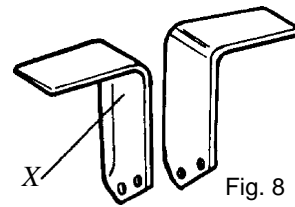
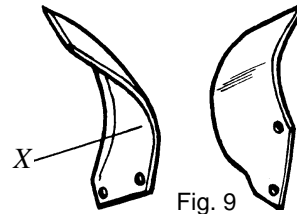

Fig. 8
Fig. 9
Los Rotavators R400Z en versión standard están equipados con CUCHILLAS HOWARD modelo P Universal (ref.9900/01). En la fig. 8 se muestran la mano izquierda (X) y la mano derecha. Opcionalmente el Rotavator puede ser equipado con CUCHILLAS helicoidales HOWARD (ref.9953/54) Fig.9